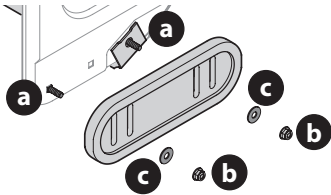

Figura 80
2. Gire y vuelva a montar las zapatas antideslizantes nuevas con los cuatro pernos del carro (a) (dos a cada lado) y las tuercas hexagonales con reborde (b) y las arandelas planas (c) (Figura 80).